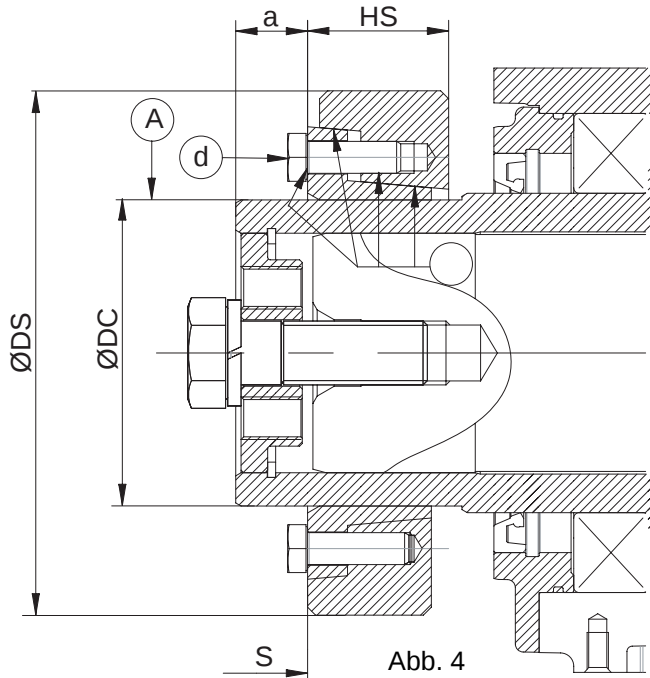

Abb. 4
- Den Sitz der Kupplung schmieren (Abb.4 Pkt. A).
- Bei Überholung der Kupplung diese ausbauen und die Stelle "C" einfetten (siehe Abb. 4).
- Die Kupplung auf ihren Sitz an der Getriebewelle aufziehen, hierbei die Schrauben nicht festziehen, und gemäß Maß "a" (siehe Abb. 4) ausrichten.
- Der vorschriftsmäßige Einbau der Kupplung lässt sich mit einer Sichtinspektion feststellen, da die zwei Frontflächen des Innen- und Außenrings auf der gleichen Ebene liegen müssen (siehe Abb. 4 Pkt. S).